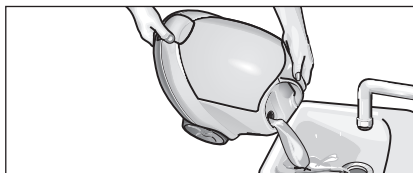

Fig. 13: Skylle vanntanken
- Fyll vanntanken med vann, og rist den kraftig (dette løser kalkavsetninger i bunnen av tanken). Tøm deretter ut vannet ved å vippe maskinen mot hjørnet med påfyllingstrakten (se fig. 13).
- Tøm tanken helt for vann (se fig. 13).